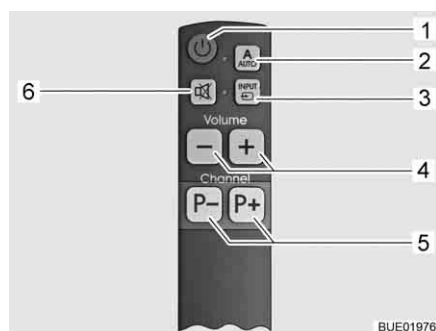

Fig. 27 Mando a distancia simplificado (opcional)
- Pulsar la tecla AUTO (Fig. 26,2 ó Fig. 27,2) por 1 segundo. De este modo, el televisor y la unidad de control están conectados.
- Pulsar las teclas de selección de programa (Fig. 26,4 ó Fig. 27,5) hasta que esté seleccionado el programa de televisión deseado.
- Pulsar la tecla INPUT (Fig. 26,3 ó Fig. 27,3) repetidamente hasta que esté seleccionada la fuente de señal deseada.
- Para regresar a la visualización de canal por satélite, pulsar la tecla INPUT (Fig. 26,3 ó Fig. 27,3) repetidamente hasta que esté seleccionada la fuente de señal DVB-S2.
- Pulsar la tecla AUTO (Fig. 26,2 ó Fig. 27,2).
- Pulsar la tecla Televisor On/Off (Fig. 26,1 ó Fig. 27,1). No se conectará la unidad de control, y la antena permanecerá en la posición de estacionamiento.
- Pulsar la tecla INPUT (Fig. 26,3 ó Fig. 27,3) repetidamente hasta que esté seleccionada la fuente de señal deseada (p. ej. DVD).
- Para desconectar el televisor, pulsar la tecla Televisor On/Off (Fig. 26,1 ó Fig. 27,1).